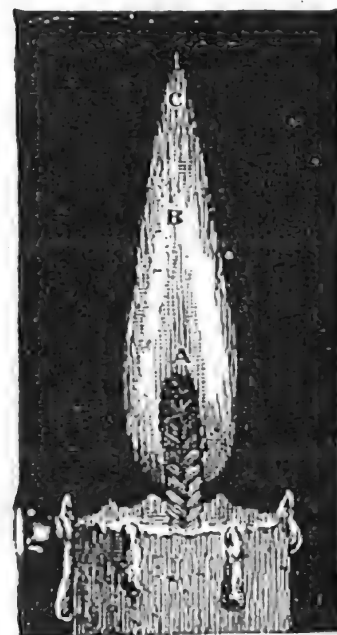

Fig. 72. — Flamme d'une bougie : A, cône obscur ; B, cône lumineux ; C, enveloppe externe chaude.
**5. Bougies.** — Du suif, on retire l'*acide stéarique* avec lequel on fabrique des *bougies*. Cet acide est fondu et coulé dans des moules traversés par une mèche de coton tressée et imprégnée d'acide borique. Les bougies (*fig. 72*) donnent une flamme éclairante et salissent moins que les chandelles, mais elles sont un mode d'éclairage coûteux.